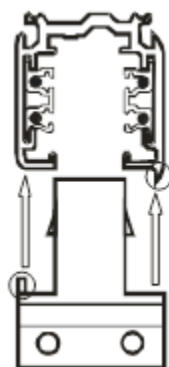

Рис. 1
- 4.3. Установить светильник на шинопровод с помощью адаптера. При установке обратить внимание на расположение выступов адаптера и шинопровода (см. рис. 1).